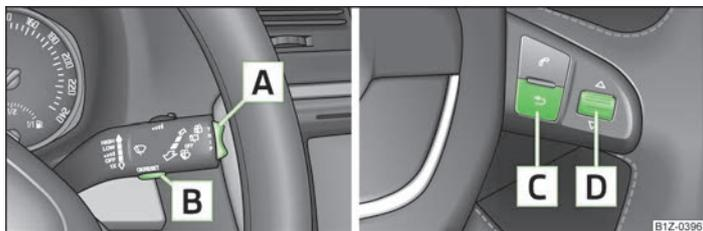

Fig. 7 Pantalla informativa: Elementos de mando en la palanca del limpiaparabrisas/elementos de mando en el volante multifunción
- El Menú principal se activará pulsando la tecla basculante **A** » fig. 7 durante algún tiempo.
- El Menú principal se activará pulsando la tecla **C** » fig. 7 durante algún tiempo.
- Si en la pantalla informativa se reproducen mensajes de aviso, hay que confirmar estos mensajes mediante la tecla **B** » fig. 7 en la palanca de limpiacrtales o la tecla **D** en el volante multifunción para activar al menú principal.